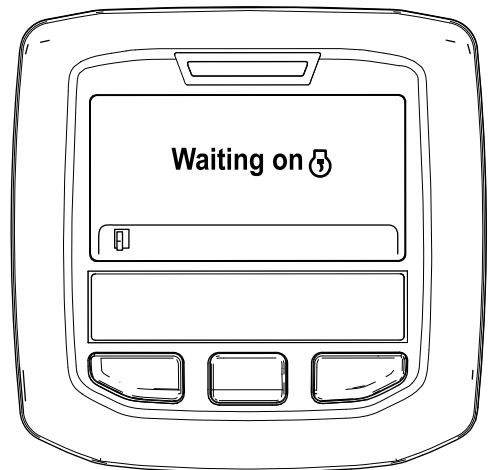

Bild 35
- B. Die Meldung „Waiting on “ wird angezeigt (Bild 35).